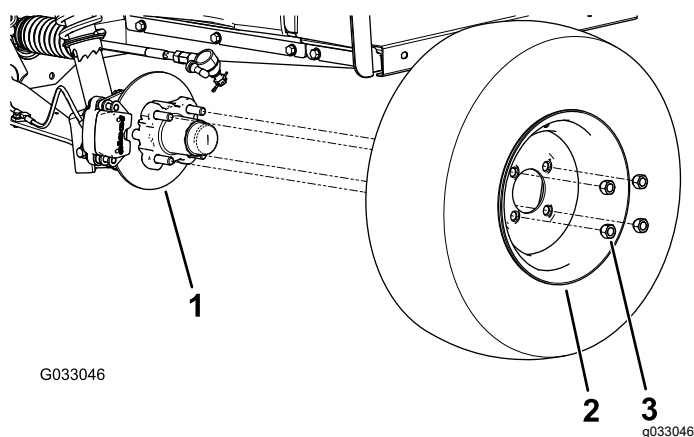

Figure 30
2. Retirez les 4 écrous qui fixent la roue sur le moyeu (Figure 30).
4. Alignez les trous de la roue et les goujons du moyeu, puis montez la roue sur le moyeu en plaçant la valve à l'extérieur (Figure 30).
5. Fixez la roue au moyeu avec les écrous de roue (Figure 30).